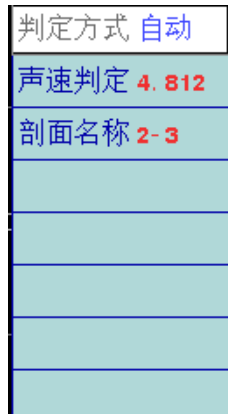

图 5.21 分析参数设置
按参数按钮，屏幕右侧显示分析参数设置界面，如图 5.21 所示。这里提供两种声速异常的判定方式：
- 2) 您还可以依照《测桩规程》中 10.4.3 规定的方法采用低限值作为声速异常判断临界值。此时需要将图 5.21 中的判定方式改为引用后，在声速判定处输入声速低限值。